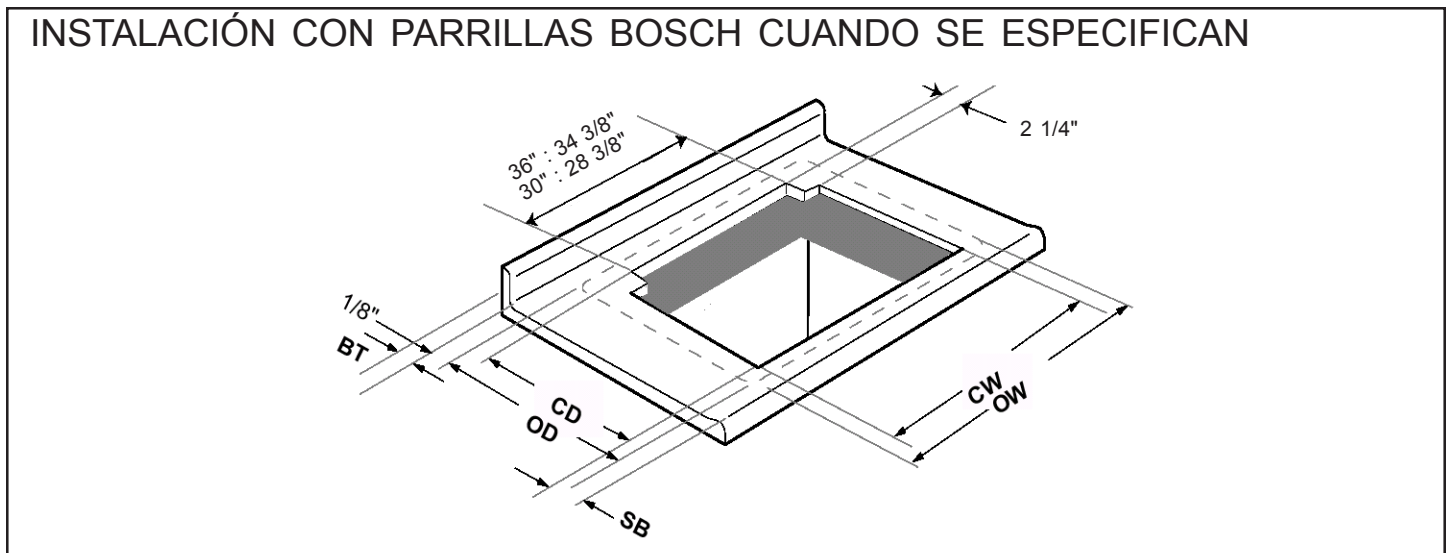

Figura 7
Para una instalación con parrilla **Bosch**, consultar la Parte A y la Figura 7 (Página 7). Para una instalación con parrilla de otra marca, consultar la Parte B (Página 8).
A. Para la instalación con parrilla Bosch (Figura 7 y Tabla 2).